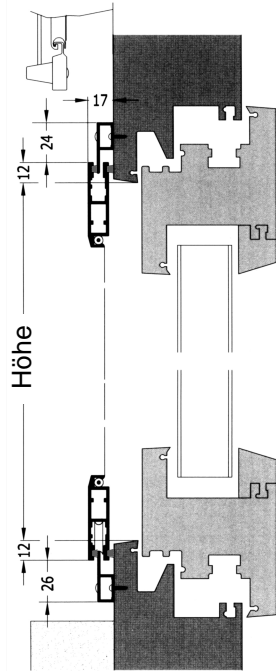

Bild 1
1. Ermitteln Sie die richtige Position des Schieberahmens (Bild 1) und verschrauben Sie die Laufschienen vom Typ A auf den dafür vorgesehenen Untergrund (Schrauben je nach Untergrund einsetzen)